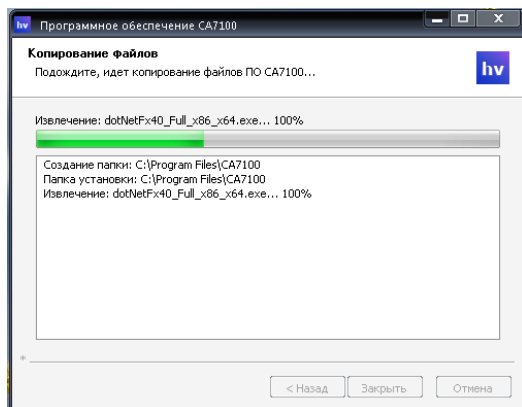

Рисунок 8.4
3) На экране появится окно (рисунок 8.4).